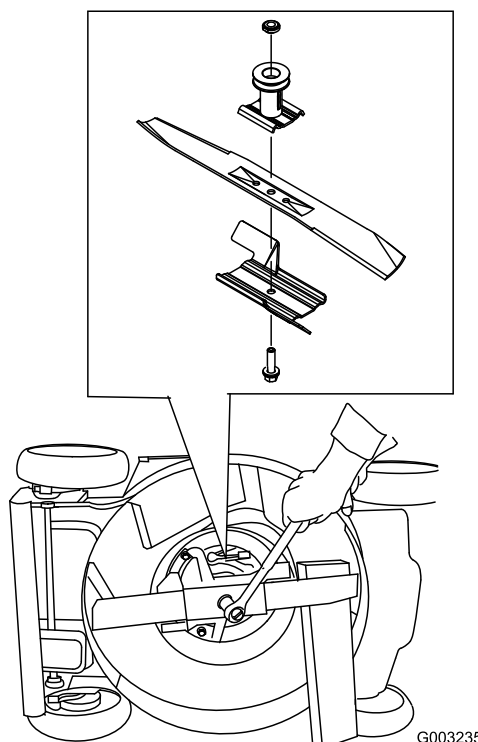

Рисунок 41
3. Используйте деревянную подкладку для неподвижного удерживания ножа (Рисунок 41).